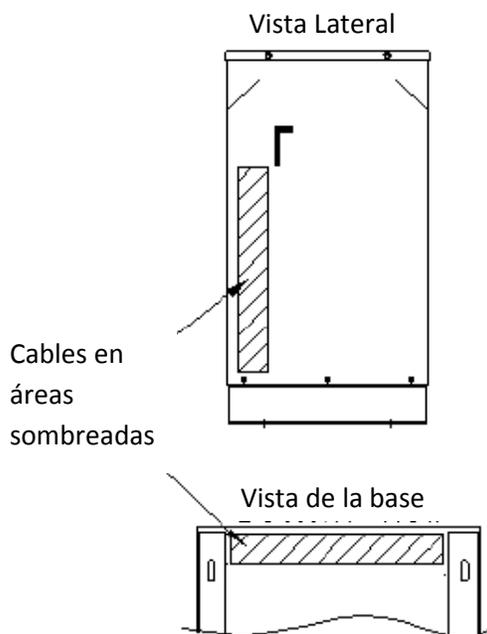

Figura 2 – Vista lateral y de base de unidad ventilada
7. Para la entrada de cables al gabinete use los hoyos de acceso predefinidos o creando hoyos como sea necesario. En unidades ventiladas los cables deben entrar a la unidad por debajo de las terminales y al frente de la bobina. (Ver Figura 2).